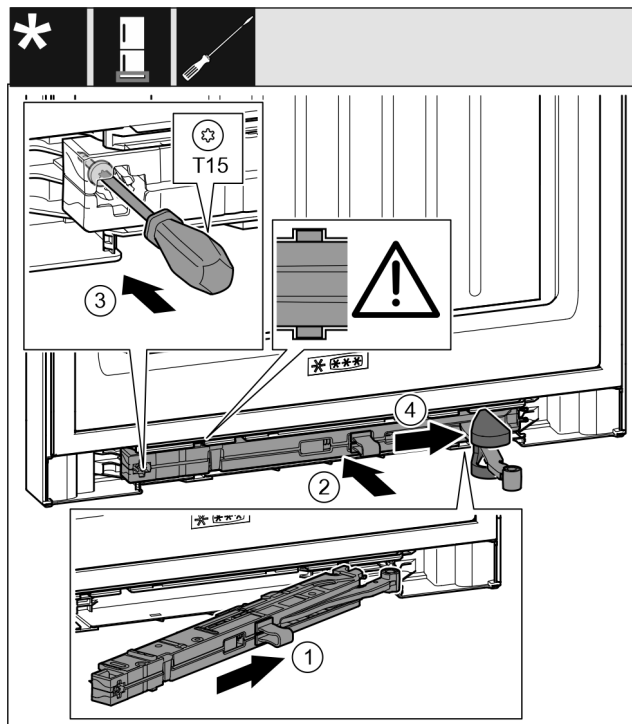

Fig. 46
- Ωθήστε τη μονάδα αποσβεστήρα κλεισίματος στην πλευρά του στηρίγματος μέχρι να τερματίσει λοξά στην εγκοπή. Fig. 46 (1)
- Ωθήστε τη μονάδα αποσβεστήρα κλεισίματος πλήρως στην εγκοπή. Fig. 46 (2)
- Σφίξτε τη βίδα με κατσαβίδι T15. Fig. 46 (3)
- Ωθήστε το κάλυμμα πάνω από την άρθρωση. Fig. 46 (4)